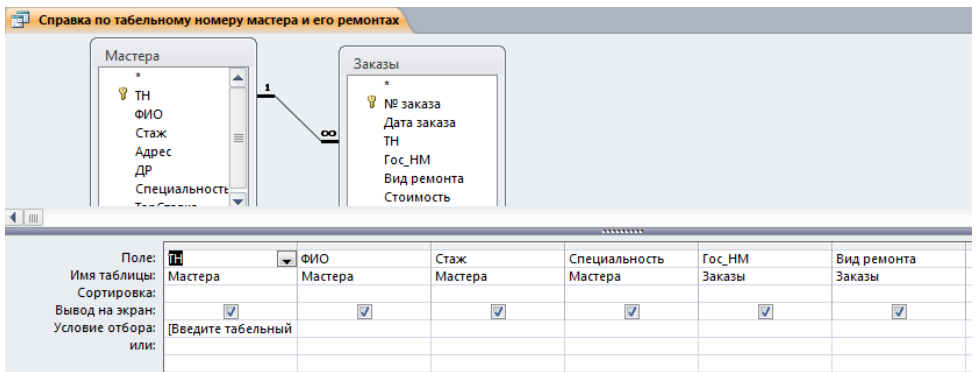

Рисунок 6. – Запрос2 в режиме конструктора
1. Запрос создается так же, как и предыдущий, только на основе двух таблиц (рис. 6)